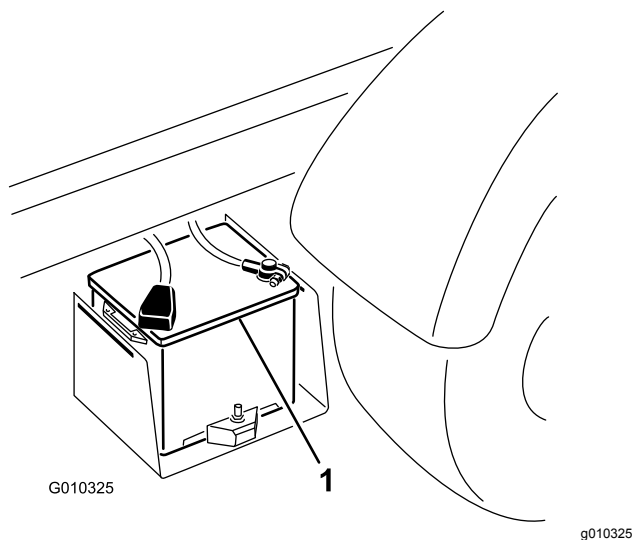

Рисунок 51
2. Соедините кабелем для подключения от внешнего источника положительные штыри двух аккумуляторных батарей (Рисунок 51).